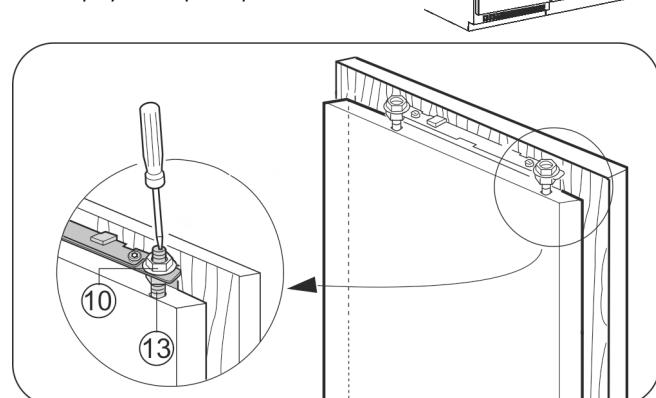

Fig. 22
- ▶ Затягніть контргайки Fig. 22 (10) шестигранним ключем на 13, при цьому підтримуйте регулювальні гвинти Fig. 22 (13) за допомогою викрутки.